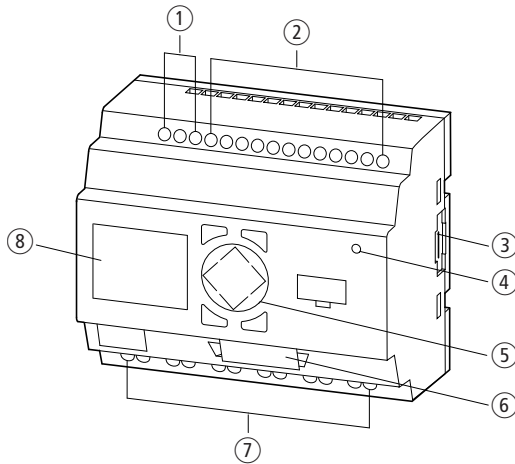

Abbildung 1: Aufbau des DMI
- ▶ Stecken Sie das Kabel in die Schnittstelle für Leistungsschalter- oder PC-Anschluss ⑥ am DMI (→ Abb. 1, Seite 12).